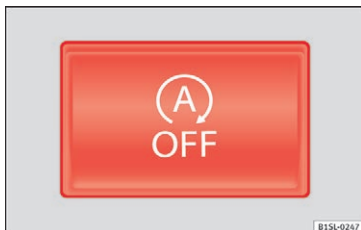

Fig. 158 I midterkonsollen øverst: knap til start-stop-system
- Tryk på knappen  i midterkonsollen » **Fig. 158**.